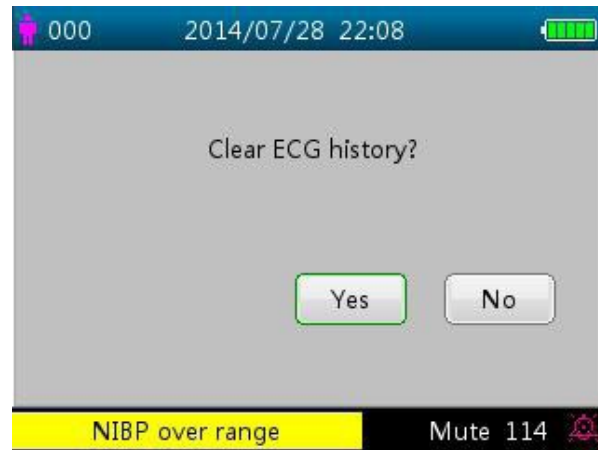

Figura 4.5 Apagamento da cronologia de ECG
- Premindo-se e segurando-se OK ■, é exibida uma janela de diálogo para o apagamento dos registros, conforme a figura 4.5; o utilizador pode eliminar toda a cronologia dos dados dos traçados de ECG.